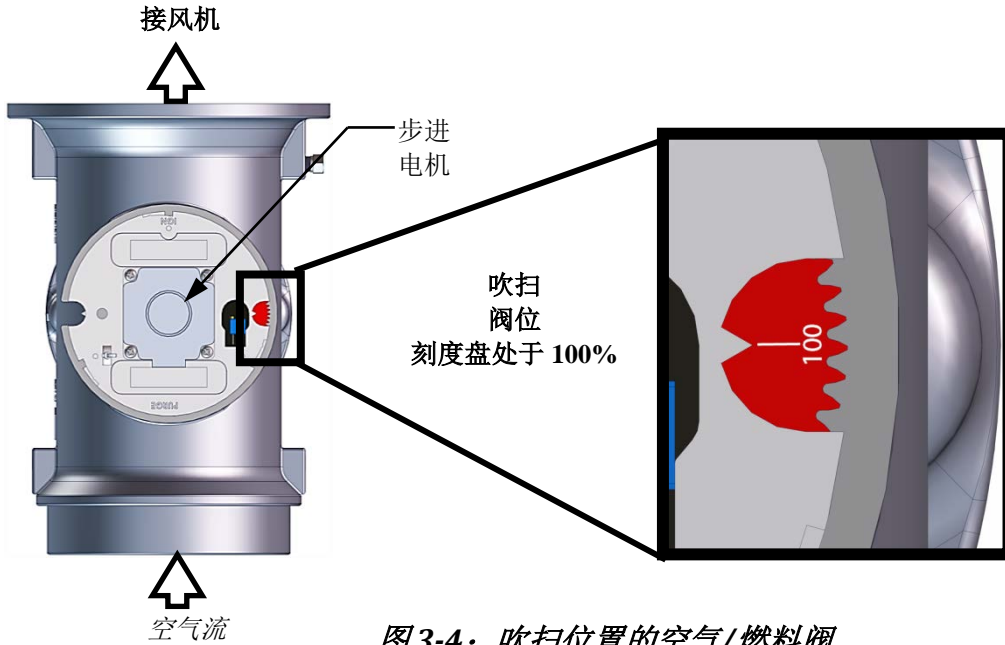

图3-4：吹扫位置的空气/燃料阀
- b. 空气/燃料阀将旋转到全开吹扫位置, 并且关闭吹扫位置开关。空气/燃料阀 (图 3-4) 的刻度盘将显示 **100**, 表示它已全开 (100%)。